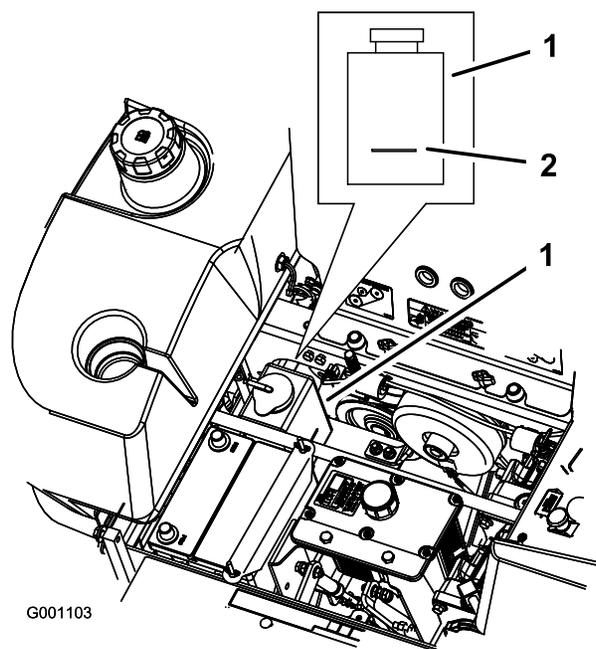

Figura 59
3. Con el motor frío, compruebe el nivel del depósito de expansión. El nivel de líquido debe llegar a la línea en relieve en el exterior del depósito de expansión (Figura 59).
4. Si el nivel de refrigerante es bajo, añada una mezcla al 50% de anticongelante de larga vida/Dex-Cool® y agua al depósito de expansión (Figura 59).
5. Añada la mezcla al 50% de refrigerante al depósito de expansión y llénelo hasta la línea marcada en el depósito (Figura 59).